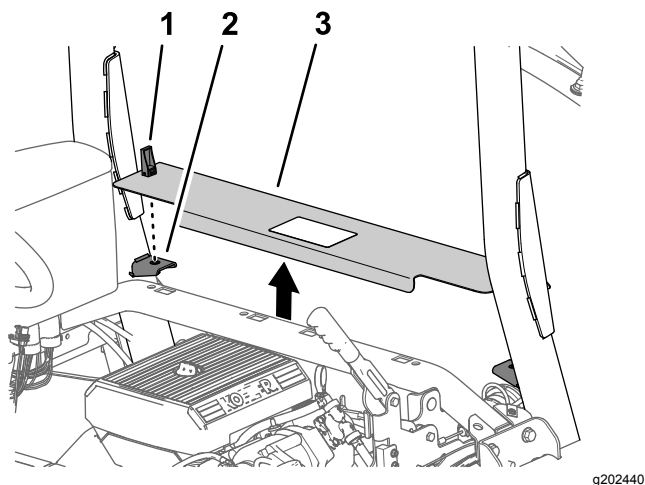

Figura 9
1. Rode para cima as pegas dos trincos do painel de acesso ao motor (Figura 9).
2. Eleve o painel de acesso ao motor e remova-o da máquina (Figura 9).